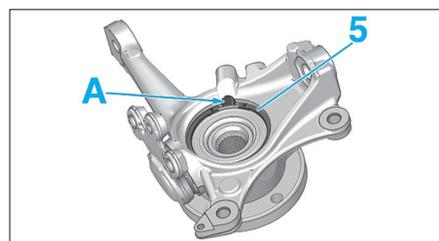

Fig. 37
- Poser un circlips neuf (1) de maintien du roulement dans son logement (Fig.37).
**!** *Le circlips ne doit pas obstruer l'espace (A) afin de ne pas gêner le remontage du capteur ABS.*